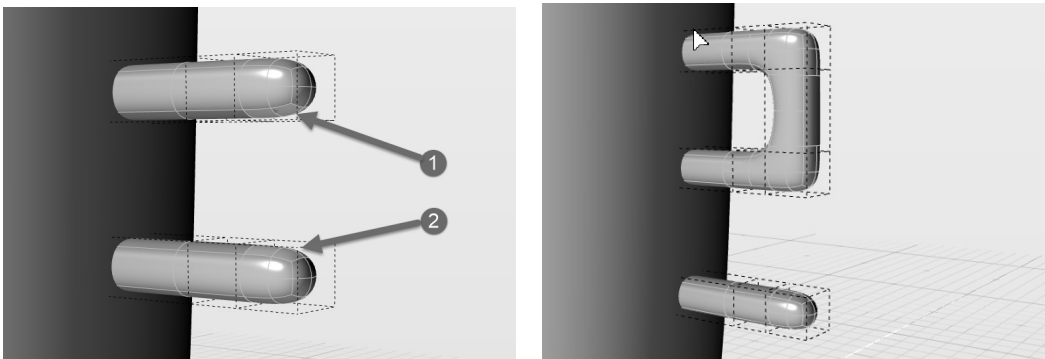

图 7-46 多选合并对象中的两个面 (左) 进行桥接 (右)
7) 选中合并后的多边形对象, 切换至编辑面状态, 按〈Ctrl〉键多选图 7-46 (左) 所示的两个面。然后, 单击控制面板中的“创建桥体”工具进行桥接, 如图 7-46 (右) 所示。